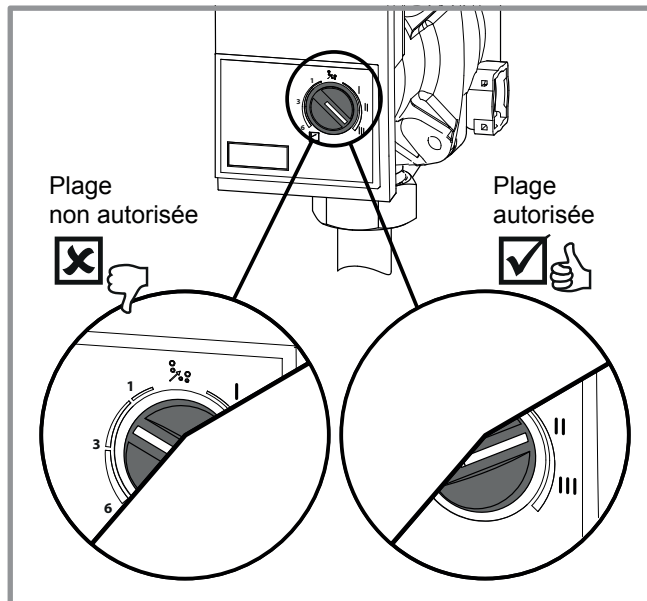

figure 31 - effinox condens 5000
**effinox condens 5000** => selon *figure 31*, réglage II ou III selon besoin.